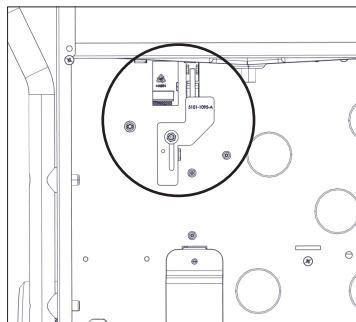

Fig. 6: Øvre dekselplate i opprinnelig posisjon
2. Løsne skruen oppå beskyttelsesplaten ved mikrobryteren. Skyv platen oppover for å dekke mikrobryteren og trekk til skruen igjen (fig. 6 og 7).